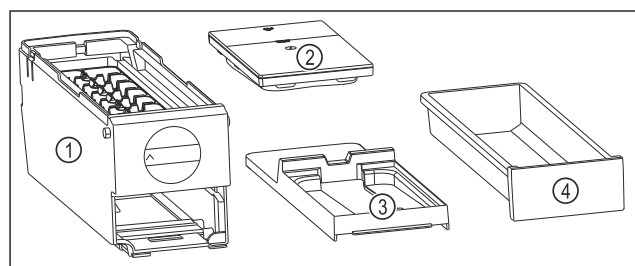

Fig. 81 Bestandteile des EasyTwist-Ice
- ▶ EasyTwist-Ice ist in vier Teile zerlegt. (siehe Fig. 81)
- ▶ EasyTwist-Ice nur in abgebildete Bestandteile zerlegen. (siehe Fig. 81)
- ▶ EasyTwist-Ice-Körper Fig. 81 (1) als Ganzes reinigen.